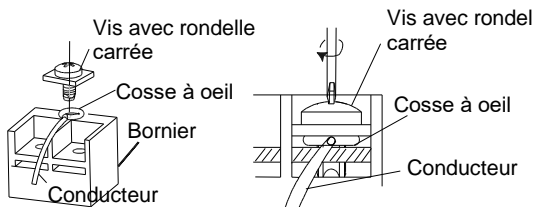

Fig. 37
- Poser la cosse à œil sur le bornier et le fixer à l'aide de la vis (figure 37)